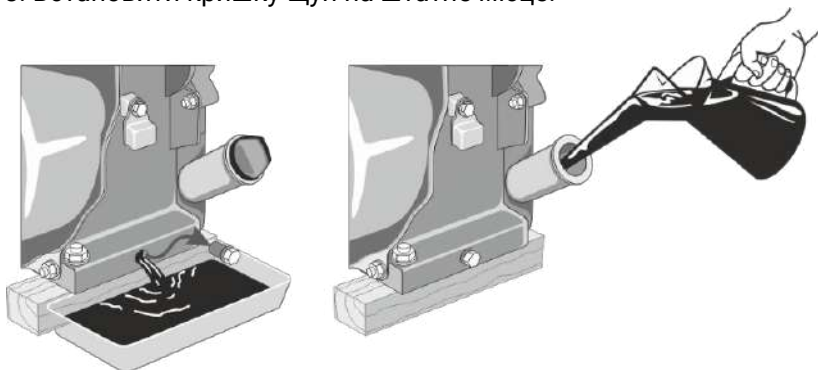

Рисунок 10. Схема заміни моторного мастила.
6.4.1. Порядок заміни моторного мастила (рис. 10).
4. Відкрутити пробку отвору для зливу мастила з картера (рис. 10).